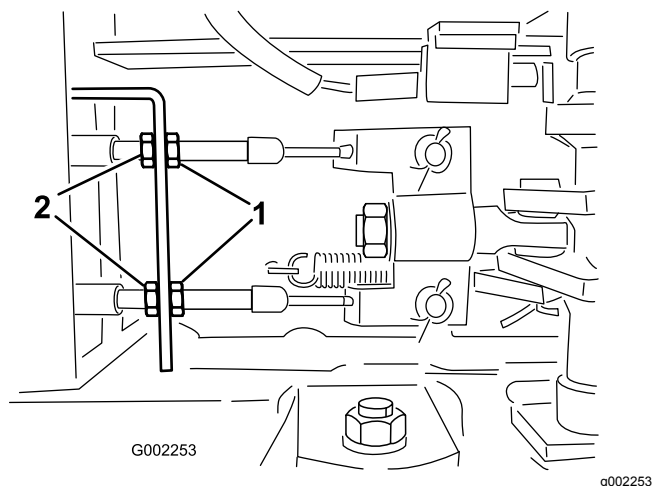

Figura 88
5. Allentate i controdadi anteriori sui cavi del freno sotto l'estremità anteriore dell'irroratrice (Figura 88).
6. Serrate i controdadi posteriori allo stesso modo fino a quando il pedale del freno non si sposta di 1 a 2 cm, prima di avvertire resistenza (Figura 88).